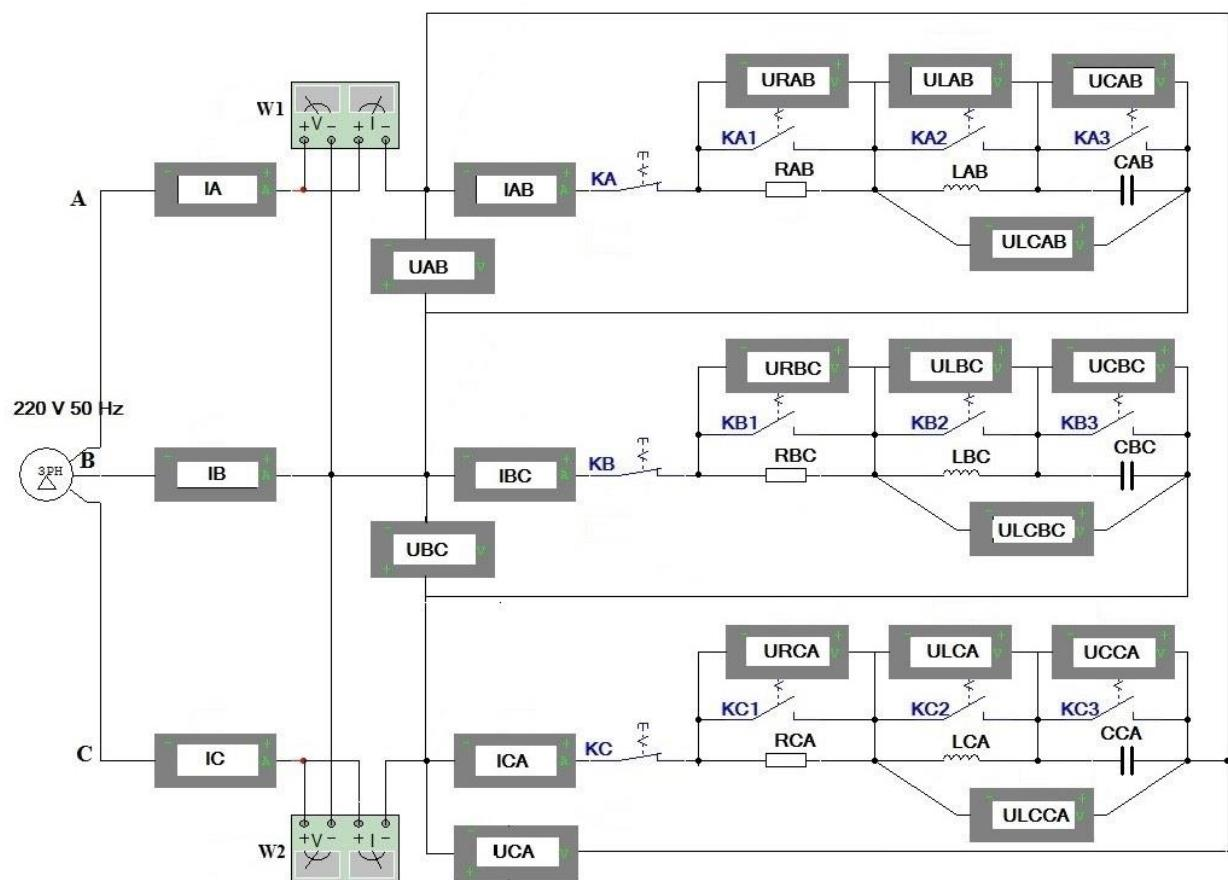

Рис. 3.2
3. Выполнить исследование *параллельного колебательного контура* (рис. 3.2) при изменении емкости конденсатора С и заполнить табл. 2.2. Измерения выполнить в MultiSim. Расчеты выполнить любым способом, включая компьютерные приложения: MathCad, Excel и другие.
1. Собрать в MultiSim схему трехфазной электрической цепи при соединении генератора и потребителей треугольником (рис. 3.2). Возможно также использовать копию примера, поскольку схема одна и та же для всех вариантов задания.
3. Выполнить исследование трехфазной электрической цепи треугольник – треугольник (рис.3.2) при изменении положения ключей, согласно заданному варианту и заполнить табл. 3.3 и 3.4. Измерения выполнить в MultiSim. Расчеты выполнить любым способом, включая компьютерные приложения: MathCad, Excel и другие.
- Исследованную электрическую схему с указанием характеристик всех элементов и показаниями приборов для номинального режима работы (рис. 3.2).